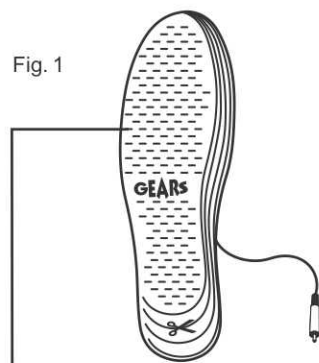

Fig. 1
**CAUTION:** Heating element is provided on full area inside the first inner cut line. Only cut on the marked lines or in between the lines as printed on the foot warmer. If done otherwise you may run into the risk of cutting the heating element. See Fig 1. This may result in malfunction of the product or may cause overheating.
**MISE EN GARDE:** L'élément chauffant couvre tout le centre de la surface à l'intérieur de la première ligne interne de coupe. Tailler seulement sur les lignes marquées ou entre les lignes imprimées sur le réchauffe-pieds. Si vous faites autrement, vous risquez de couper l'élément chauffant. Voir Fig. 1. Ceci peut engendrer un mauvais fonctionnement du produit ou peut même causer une surchauffe.